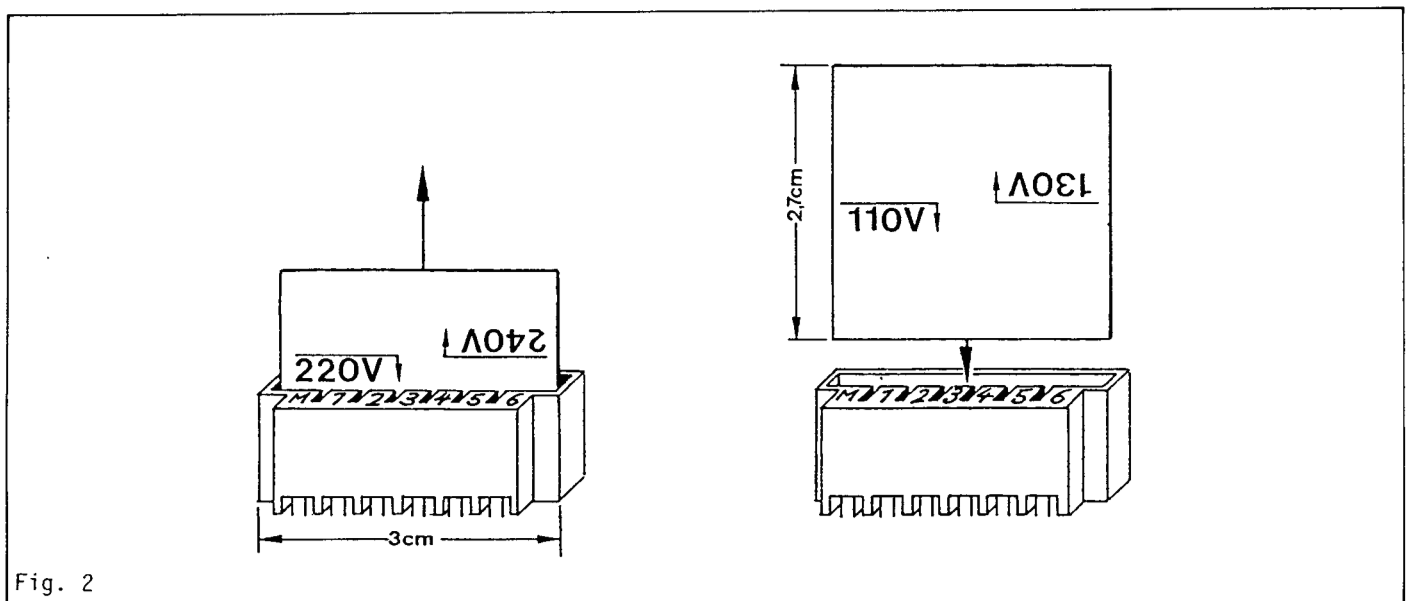

Fig. 2
- Wie in Fig. 2 gezeigt, Umschaltstreifen (Leiterplatte) aus der Steckfassung ziehen.
- As shown in fig. 2, pull switch strip (printed circuit board) from the socket.